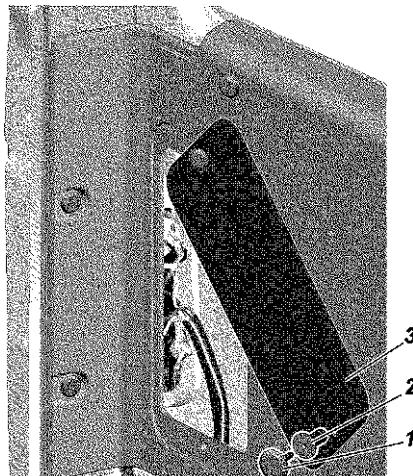
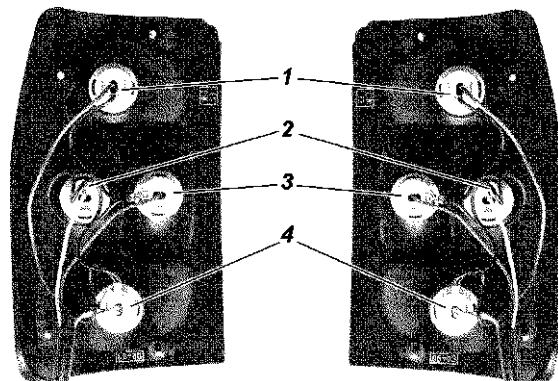

Рис. 14.13. Люк доступа к задним фонарям:
Рис. 14.14. Задние фонари:
*Замена ламп.* Замену ламп заднего фонаря производите из салона автомобиля. Для этого выньте фиксатор 1 (рис. 14.13) нижнего держателя 2 крышки, потянув за крышку 3, выньте держатель из отверстия обивки и поверните крышку. Вынимая патроны с лампами в сборе, поворотом против часовой стрелки можно заменить любую лампу (рис. 14.14). При необходимости замените держатель 2 (см. рис. 14.13) с фиксатором 1.